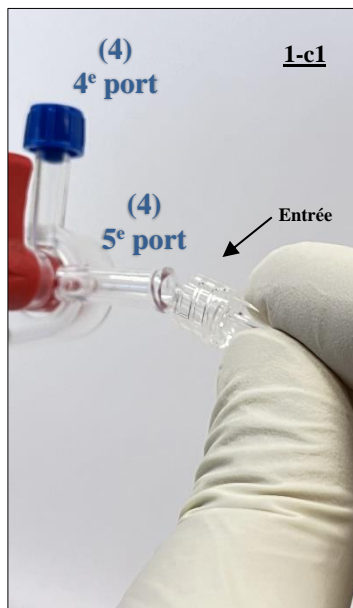

Fig. 9 Positionnement de l'extrémité mâle du raccord LUER de la tubulure d'entrée (5) avant connexion au cinquième port
**1-c1 et c2)** Connectez l'extrémité mâle LUER de la tubulure d'entrée (5) au cinquième port de la rampe de robinets (4). (Voir Fig. 9. et 10.)